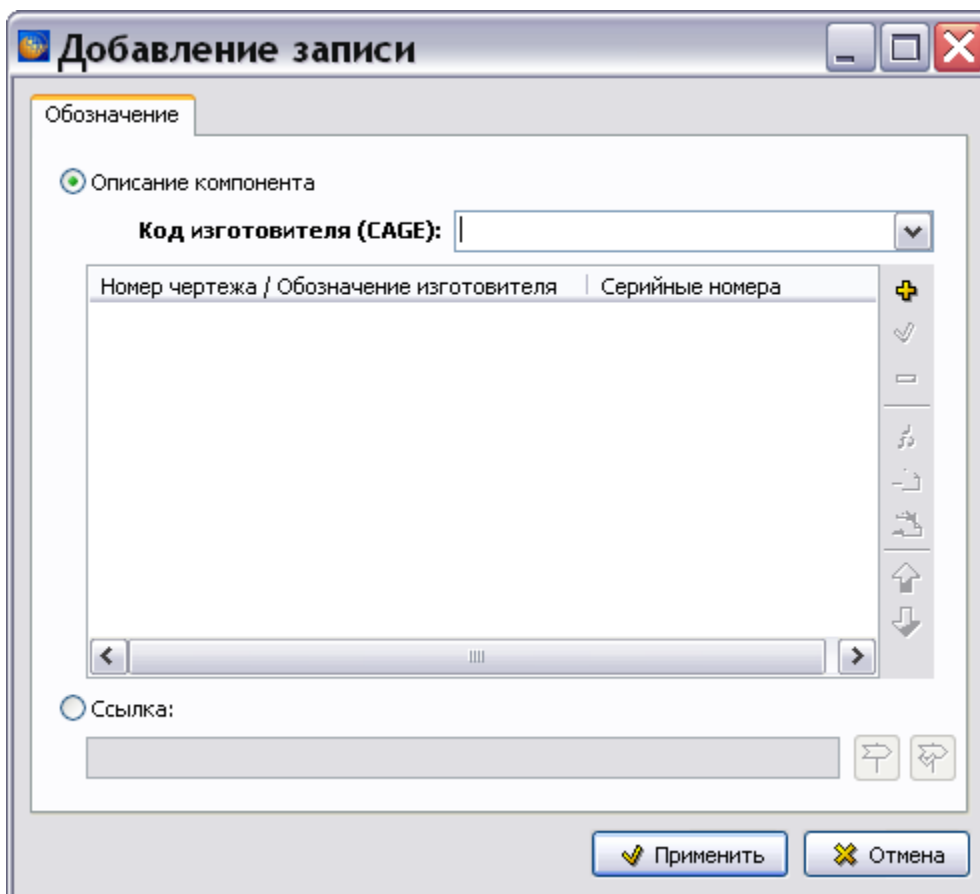

Рис. 9.7
4. Для ввода обозначения компонента нажмите на кнопку **Добавить**  в правой части окна. После этого откроется окно **Добавление записи** с вкладкой **Обозначение** (Рис. 9.7).